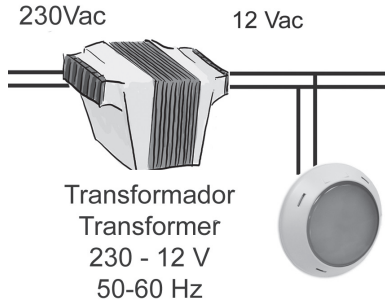

Fig 1
1. CONNEXION ÉLECTRIQUE (voir figure 1):
1. ELEKTRISCHER ANSCHLUSS (sehen Sie Abbildung 1):